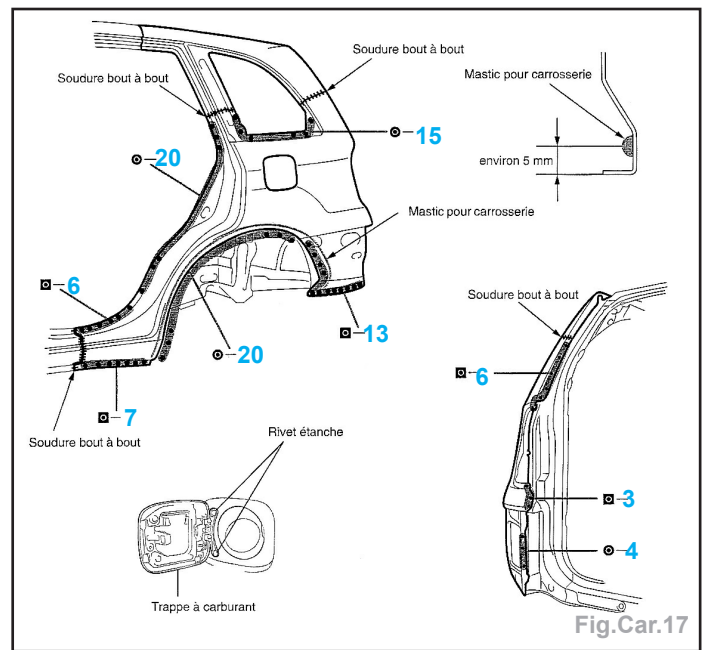

Fig.Car.17
- Appliquer du mastic au niveau du passage de roue (Fig.Car.17).